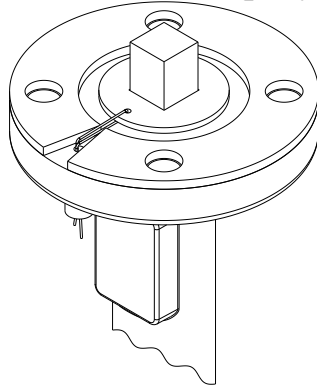

Рисунок 2 – Опломбированный затвор
5.6 Для опломбировки зафиксируйте поворотную шайбу 9 относительно проставки 8 с помощью пломбировочной проволоки и пломбы (рисунок 2).